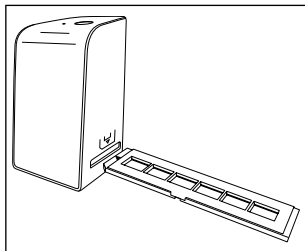

Abbildung 1
- ◆ Entriegeln Sie den Verschluss an der Vorderseite der Negativhalterung ❺ und öffnen Sie die Halterung.
- ◆ Führen Sie nun die Negativhalterung ❺ mit der Dreiecksmarkierung voran und sichtbar in den rechten Einschub ❹ ein (siehe Abbildung 1).
- ◆ Schieben Sie die Negativhalterung ❺ so weit in den rechten Einschub ❹, bis diese spürbar in der ersten Position einrastet. Für weitere Negative schieben Sie die Negativhalterung ❺ weiter ein, bis diese spürbar in der nächsten Position einrastet.